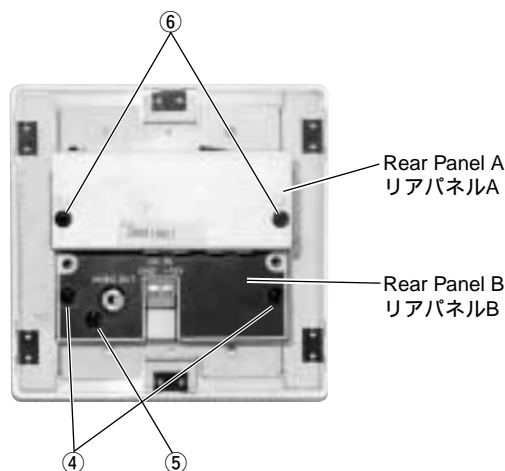

Fig. 2
- a) Remove 2 screws marked [④] and 1 screw marked [⑤]. (Fig. 2)
- b) Remove the Rear Panel B. (Fig. 2)
- c) Remove 2 screws marked [⑥]. (Fig. 2)
- d) Remove the Rear Panel A by sliding it downward. (Fig. 2)
- a) ④のネジ2本、⑤のネジ1本を外します。(Fig.2)
- b) リアパネルBを取り外します。(Fig.2)
- c) ⑥のネジ2本を外します。(Fig.2)
- d) リアパネルAを下方へスライドさせ、取り外します。(Fig.2)